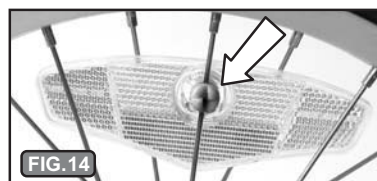

FIG. 14
A) Les cataphotes devront être montés à 90 degrés de la tige de valve, Fig. 13. Les cataphotes devront être installés en les entrecroisant sur les rayons. Les cataphotes s'attachent au rayon grâce à la 'vis' dentée blanche de fixation, Fig. 14. Retirez la vis de fixation du cataphote. Mettez le cataphote en position entre les rayons de la roue et centrez-le sur un rayon à approximativement 90 degrés de la tige de valve.
B) Installez la vis, Fig. 14, sur le rayon et dans le trou prévu à cet effet dans le cataphote. A l'aide d'un tournevis, tournez la vis à 90 degrés dans le sens des aiguilles d'une montre afin de bloquer la position du cataphote. Répétez les étapes ci-avant pour le deuxième cataphote qui devra être installé en position opposée au premier cataphote. Cette configuration de cataphote permettra de garder la roue en position de bon équilibre et libre de toute vibration.